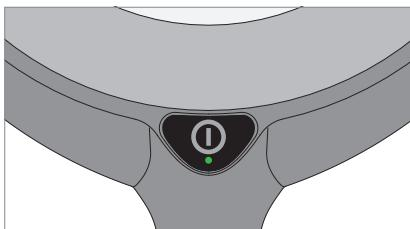

Fig. 8: Tecla.
- Pulse la tecla, véase Fig. 8.
- Pulse la tecla y manténgala pulsada, véase Fig. 8.
- Pulse la tecla dos veces seguidas rápidamente, véase Fig. 8.